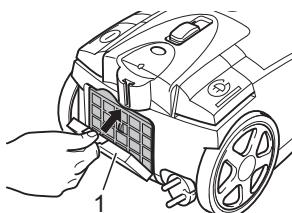

Abb. 27
- Setzen Sie abschließend die Ausblasfilter-Abdeckung wieder auf. Haken Sie diese zuerst unten ein (Abb. 27/1) und drücken Sie sie dann oben nach vorn, bis sie hör- und spürbar einrastet.